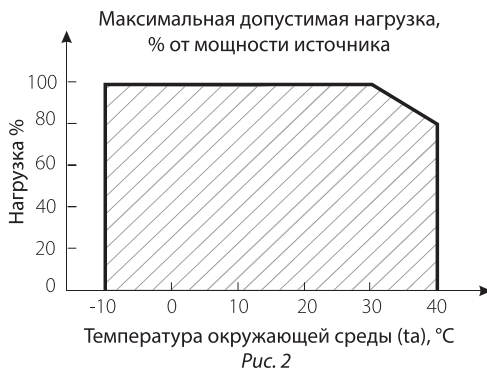

Рис. 2
4.3. Не нагружайте источник питания более 80% от его максимальной мощности. Учитывайте, что с повышением температуры окружающей среды, максимальная мощность источника питания снижается, см. график зависимости на *Рис. 2*.